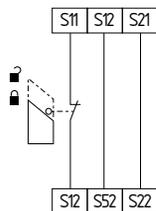

Fig. 10
**Circuito di sorveglianza porta di protezione a un canale con dispositivi di blocco secondo EN 1088 (vedere Fig. 10)**